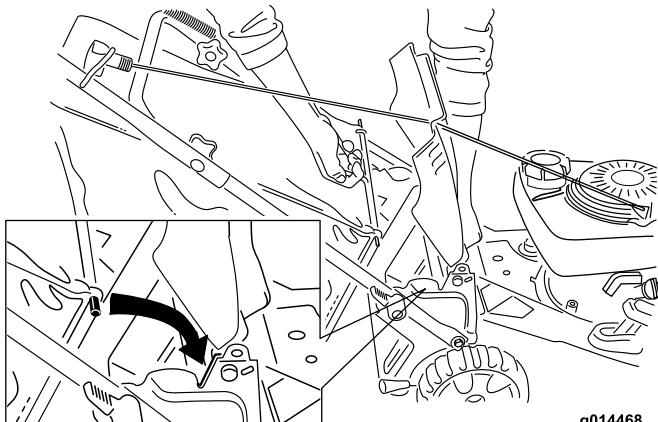

Figura 19
- Levante y sujeté la tapa trasera, instale la bolsa en las muescas y baje la tapa trasera (Figura 19).